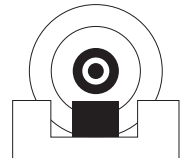

Bild 13
- (*) Sie zielen korrekt mit der Waffe, wenn das Korn exakt im Kimmenausschnitt des Visiers positioniert ist. Das Zielbild sollte so aussehen, wie in Abb. 13 gezeigt.